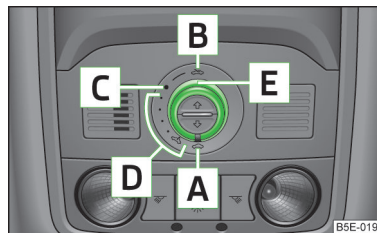
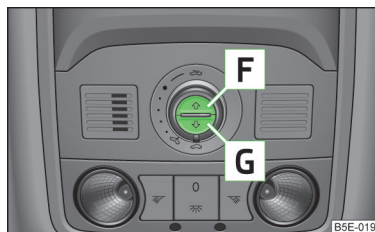

Fig. 26
Fig. 27
- Dacă bateria a fost de exemplu deconectată și apoi reconectată, se poate întâmpla ca trapa glisantă/rabatabilă să nu funcționeze. Apoi aduceți comutatorul rotativ în poziția comutatorului  » fig. 26 la pagina 47, trageți de degajare și mențineți-l înspre în jos și înspre în față. După aprox. 10 secunde trapa glisantă/rabatabilă se deschide și se închide la loc. Abia după aceea eliberați comutatorul rotativ.
- Dacă bateria a fost de exemplu deconectată și apoi reconectată, se poate întâmpla ca ruloul parasolar să nu funcționeze. Rotiți atunci butonul în poziția  » fig. 26 la pagina 47, apăsați tasta  » fig. 27 la pagina 48 și mențineți-o apăsată. După aproximativ 10 secunde ruloul parasolar se deschide și se închide la loc. Abia după aceea eliberați comutatorul rotativ.
- Rotiți comutatorul în poziția  » fig. 26.
► Rotiți comutatorul în poziția **A** » fig. 26.
Ruloul parasolar poate fi închis, respectiv deschis, prin intermediul tastelor » fig. 27.
► Pentru deschidere completă, apăsați scurt tasta **F** » fig. 27.
► Pentru închidere completă apăsați scurt tasta **G** » fig. 27.